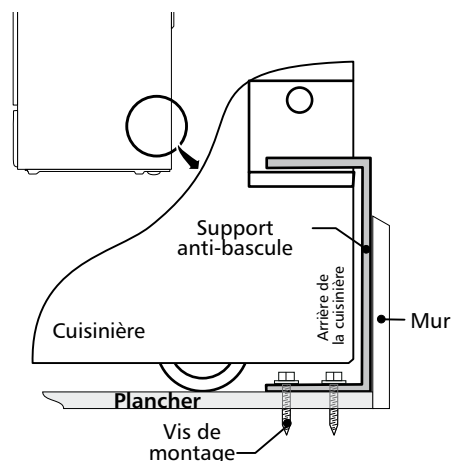

Figure 9
4. Enlevez le gabarit et placez le support anti-bascule sur le plancher. Alignez les trous dans le support anti-bascule avec les trous tracés sur le plancher et fixez avec les 4 vis fournies. Le support anti-bascule doit être fixé sur un plancher solide (Figure 9). Si vous les fixez à un plancher en béton, percez d'abord des trous pilotes de 3/16" (0,5 cm) de diamètre à l'aide d'un foret à maçonnerie.
6. Remplacez la cuisinière en la faisant glisser, en vous assurant que la patte centrale est bien agrippée au support anti-bascule (Figure 9). Abaissez l'appareil en ajustant les vis et les dispositifs de nivellement jusqu'à ce que le dessous de la surface vitrifiée touche à peine le dessus du comptoir. Référez-vous à la section Mise à niveau de la cuisinière.